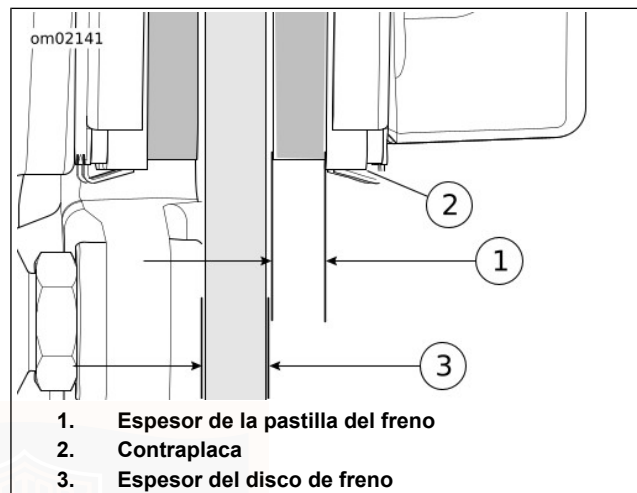

Figura 33. Espesor del freno
2. Vea Figura 33. Mida el espesor del material de fricción de la pastilla del freno.